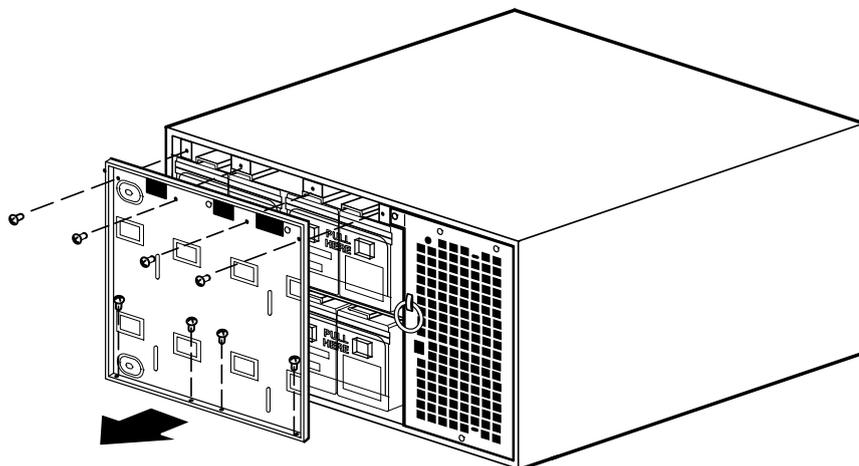

Abbildung 53. Entfernen der Abdeckungsplatte des USV-Batterien
- Die acht Schrauben an der Batterie-Abdeckungsplatte herausdrehen und aufbewahren. Die Platte abnehmen. Siehe Abbildung 53.